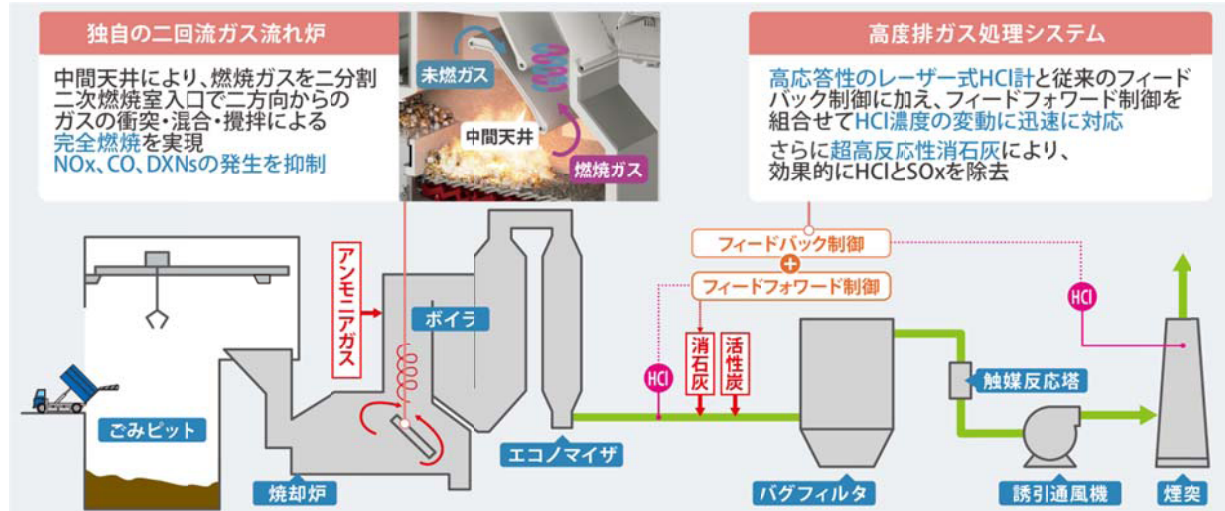

図1 排ガス基準値遵守を実現する最新の処理システム
- 50年にわたり蓄積してきた経験と最新のごみ焼却施設の設計ノウハウに基づく、**公害防止性能に優れた信頼性の高い施設**を建設（図1）